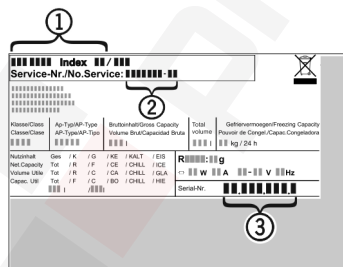

Fig. 11
- ▶ A készülék megnevezését Fig. 11 (1), a szerviz- Fig. 11 (2) és sorozatszámot Fig. 11 (3) a típus tábláról olvassa le. A típus tábla a készülék belsejében baloldalon található.
- ▶ Értésítse a vevőszolgálatot a hibáról, és adja meg nekik a készülék megnevezését Fig. 11 (1), a szerviz- Fig. 11 (2) és a sorozatszámot Fig. 11 (3).